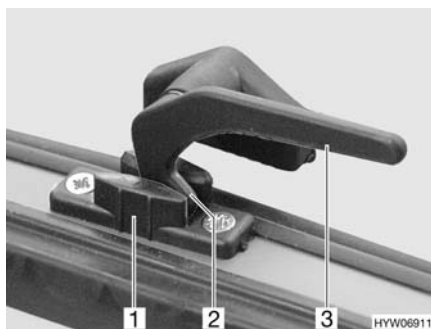

Fig. 40 Leva di serraggio (posizione "Aerazione continua")
- In posizione di "Aerazione continua" (Fig. 40)
- Ruotare tutte le leve di serraggio (Fig. 40,3) di un quarto di giro verso il centro della finestra.
- Girare nuovamente all'indietro tutte le leve di serraggio. Riportare contemporaneamente il nasello di chiusura (Fig. 40,2) nella rientranza della chiusura della finestra (Fig. 40,1).